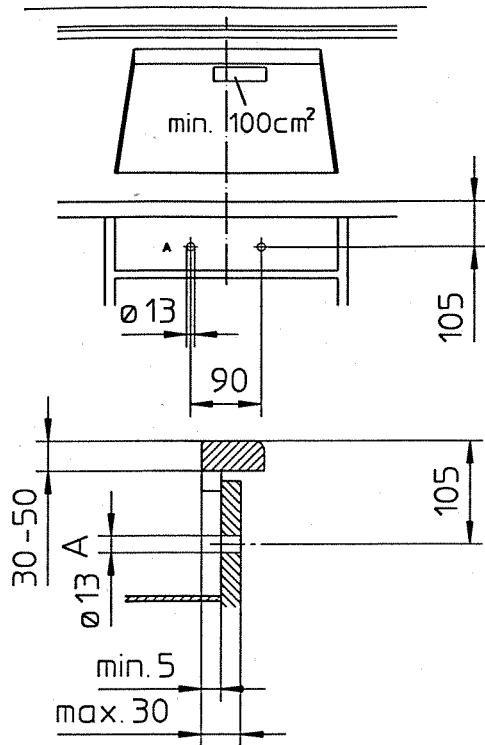

Abb. 4
3. Gemäß Abb. 4 und der Bohrschablone die Bohrungen **A** (\varnothing 13 mm) für die Schaltachsen in der Frontseite des Unterschrances herstellen. Das Maß 105 mm von Arbeitsplattenoberkante bis Mitte Bohrung **A** muß unbedingt eingehalten werden.